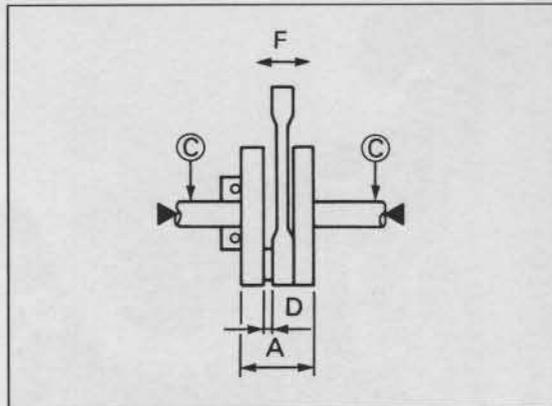

Bild 174
Messung D in Bild 174 - Bolzen: 0,20 bis 0,18 mm
Messung A in Bild 174 - Bolzen: 14,95 bis 15,00 mm
Messung C in Bild 174 - Pleuellagerung: 0,02 mm
Messung E in Bild 174 - Pleuellagerung: 0,02 bis 0,03 mm
Messung F in Bild 174 - Pleuellagerung: 0,02 bis 0,03 mm
Messung G in Bild 174 - Pleuellagerung: 0,02 bis 0,03 mm
Messung H in Bild 174 - Pleuellagerung: 0,02 bis 0,03 mm
Messung I in Bild 174 - Pleuellagerung: 0,02 bis 0,03 mm
Messung J in Bild 174 - Pleuellagerung: 0,02 bis 0,03 mm
Messung K in Bild 174 - Pleuellagerung: 0,02 bis 0,03 mm
Messung L in Bild 174 - Pleuellagerung: 0,02 bis 0,03 mm
Messung M in Bild 174 - Pleuellagerung: 0,02 bis 0,03 mm
Messung N in Bild 174 - Pleuellagerung: 0,02 bis 0,03 mm
Messung O in Bild 174 - Pleuellagerung: 0,02 bis 0,03 mm
Messung P in Bild 174 - Pleuellagerung: 0,02 bis 0,03 mm
Messung Q in Bild 174 - Pleuellagerung: 0,02 bis 0,03 mm
Messung R in Bild 174 - Pleuellagerung: 0,02 bis 0,03 mm
Messung S in Bild 174 - Pleuellagerung: 0,02 bis 0,03 mm
Messung T in Bild 174 - Pleuellagerung: 0,02 bis 0,03 mm
Messung U in Bild 174 - Pleuellagerung: 0,02 bis 0,03 mm
Messung V in Bild 174 - Pleuellagerung: 0,02 bis 0,03 mm
Messung W in Bild 174 - Pleuellagerung: 0,02 bis 0,03 mm
Messung X in Bild 174 - Pleuellagerung: 0,02 bis 0,03 mm
Messung Y in Bild 174 - Pleuellagerung: 0,02 bis 0,03 mm
Messung Z in Bild 174 - Pleuellagerung: 0,02 bis 0,03 mm
- \triangle Seitenspiel der Pleuellagerung messen (Messung D in Bild 174 – Sollwert: 0,25 bis 0,75 mm). Kurbelwangenbreite messen (Messung A in Bild 174 – Sollwert: 74,95 bis 75,00 mm).
- $\sqrt{\text{F}}$ Kurbelwelle zwischen Spitzen montieren und mit Messuhr an Lagerzapfen Schlag messen. Dabei beachten, dass tatsächlicher Schlag nur der Hälfte des angezeigten Wertes entspricht (Messung C in Bild 174 – Verschleissgrenze: 0,03 mm).
- \odot Ausweichung des oberen Pleuelauges soll 0,8 bis 1,0 mm betragen (Messung F in Bild 174). Es darf kein Höhenspiel fühlbar sein!